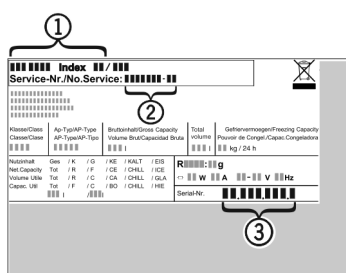

Fig. 11
- ▶ Apparaataanduiding Fig. 11 (1), servicenr. Fig. 11 (2) en serienr. Fig. 11 (3) van het typeplaatje aflezen. Het typeplaatje bevindt zich aan de linkerkant binnen in het apparaat.
- ▶ Contact opnemen met de Technische Dienst en het probleem, apparaataanduiding Fig. 11 (1), servicenr. Fig. 11 (2) en serienr. Fig. 11 (3) mededelen.